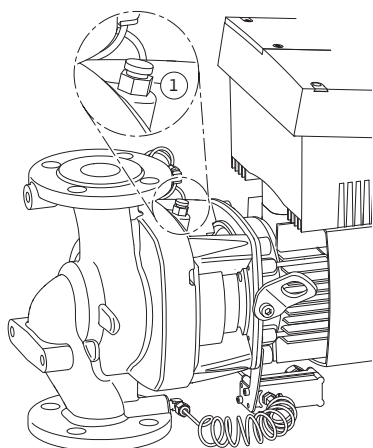

Fig. 51: Lúgteleníté szelep
6. Szüntesse meg a nyomást a szivattyúban a légtelenítő szelep kinyitásával (Fig. 51, 1. poz.).